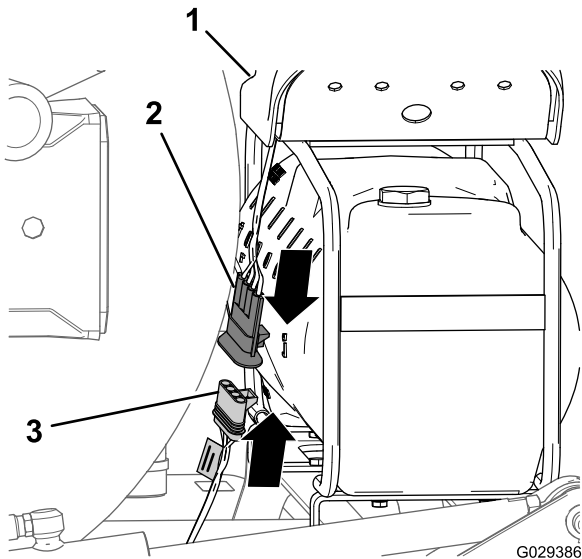

Figura 17
1. En el extremo del ramal del arnés de cables de 236 cm, alinee el conector de 4 tomas del arnés de cables del kit de acabado con el conector de 4 clavijas del arnés de cables del compresor (Figura 17).
2. Inserte el conector de 4 clavijas en el conector de 4 tomas (Figura 17).